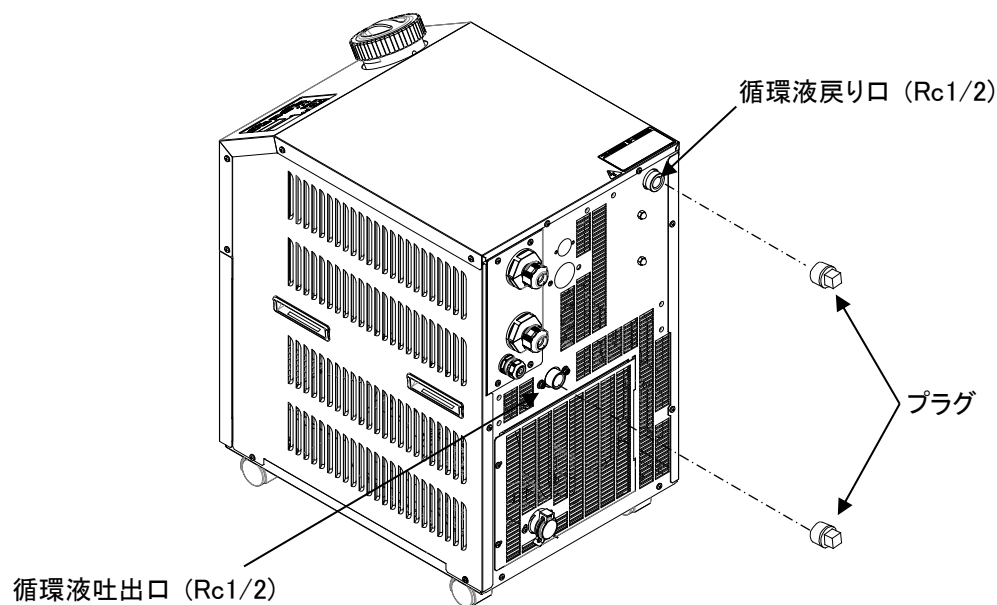

図 8.4-2 プラグの取付け
6. 図 8.4-2 プラグの取付けを参照し、本製品の循環液吐出口・戻り口にプラグ(Rc1/2)を取付けます。